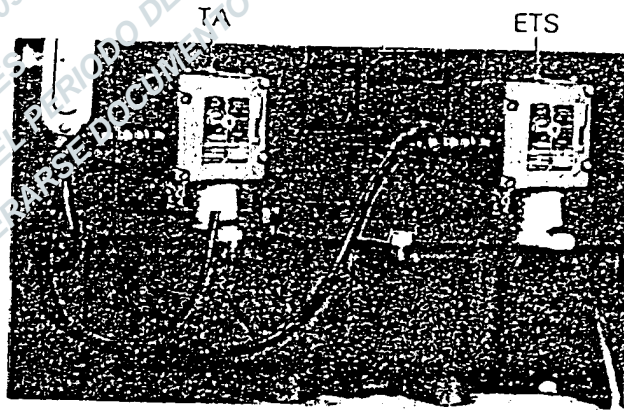

Fig.4-2 - Interruptores de control de temperatura
Los interruptores de control de temperatura, Fig. 4-2, designados con las letras TA y ETS, se encuentran en el bastidor de accesorios y van montados en un múltiple instalado en la tubería del sistema de refrigeración. Al circular el agua por ellos, actúa sobre los elementos térmicos, que a su vez hacen funcionar sus respectivos interruptores y establecen el circuito eléctrico para que entre en acción el contactor del ventilador.
situado en el colector de termostatos Fig. 4-2. La temperatura correcta de actuación de los interruptores de temperatura figura en su placa de características y en la página de Datos de Conservación. También en esta sección se indican los números de pieza correspondiente.
- 1) En el colector de termostatos, Fig.4-2, llenar de aceite o agua al alojamiento del termómetro. La temperatura del agua se toma en este punto.